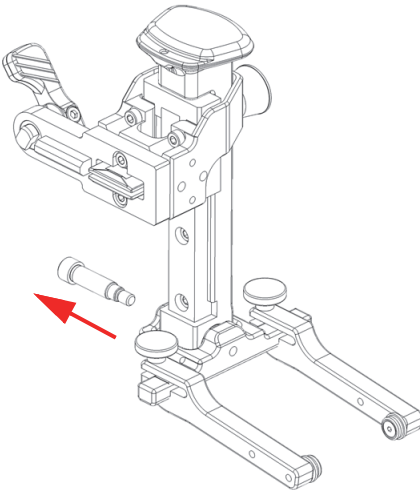

图 2-21 取下辄的旋转梁上的螺钉
4. 使用一个2.5毫米的六角键取下辄的旋转梁上的螺钉（参见第53页的图 2-21）。